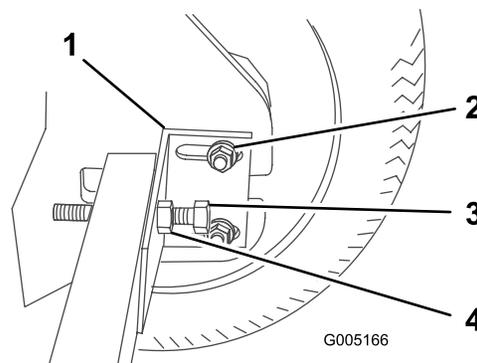

Figure 34
3. Desserrez les écrous de fixation du support de retenue d'essieu (Figure 34).
4. Desserrez l'écrou du boulon de tension de chaîne et desserrez le boulon (Figure 34).
7. Positionnez le support de retenue d'essieu contre l'essieu et le châssis, puis serrez l'écrou sur le boulon pour le fixer en place (Figure 34) et serrez l'écrou à 40,7 Nm (30 pi-lb).